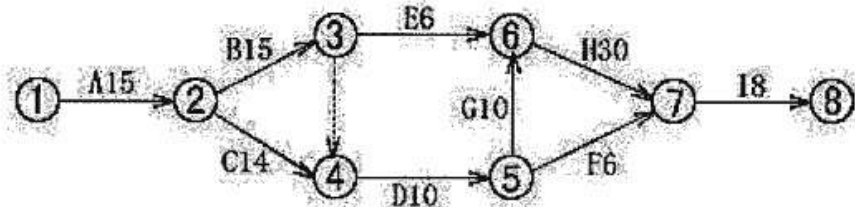

图 6 该工程的 PERT 网络图
- (1) 绘制该工程的 PERT 网络图。(3分)
- (2) 计算该工程的总工期。(1分)
- (3) 若工序 C 的作业时间延长 18 天，关键路线和总工期有什么变化？请根据节点时间变化解释原因。(4分)
解：(1) 根据工程的工序关系，绘制该工程的 PERT 网络图，如图 6 所示：